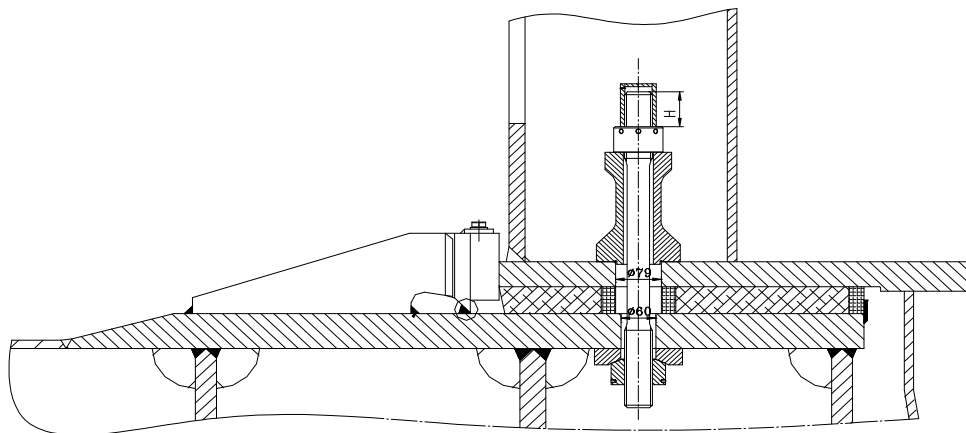

图1 底脚螺栓安装
5.4.3.2 将底脚螺栓涂上二硫化钼，并用液压拉伸器，将底脚螺栓按图 1 中所示顺序予紧紧固，紧固分两次进行，第一次 20MPa，第二次紧固时，将底脚螺栓予紧拉到额定工作油压：90MPa。